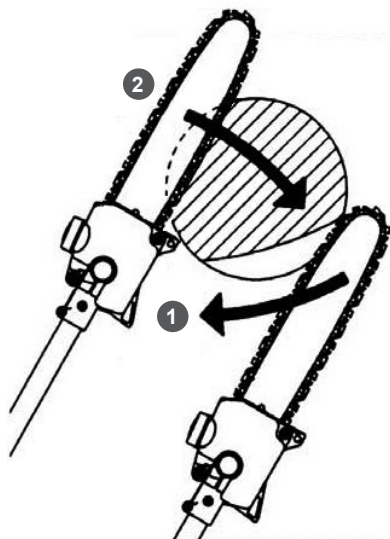

Рис. 18. Выполнение разгрузочного и основного резов
- Сначала во избежание отскока или застревания шины сделайте разгрузочный надрез (глубина реза не более $1/4$ диаметра ветки) с нижней стороны ветки (Рис. 18 п. 1). Затем резом сверху-вниз срежьте ветку (Рис. 18 п. 2).